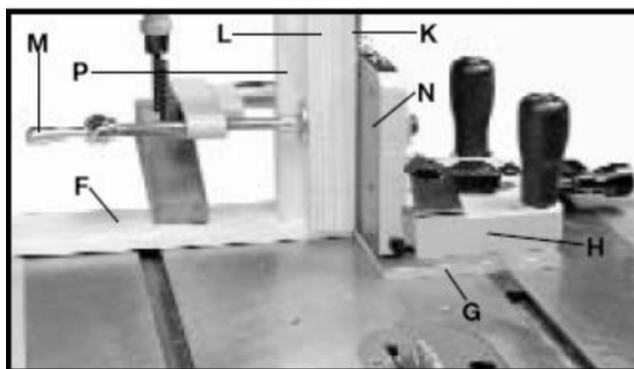
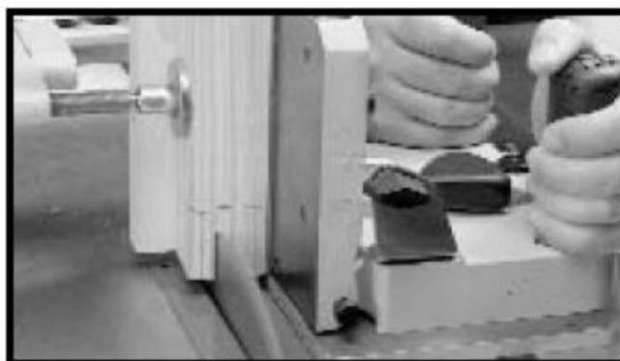
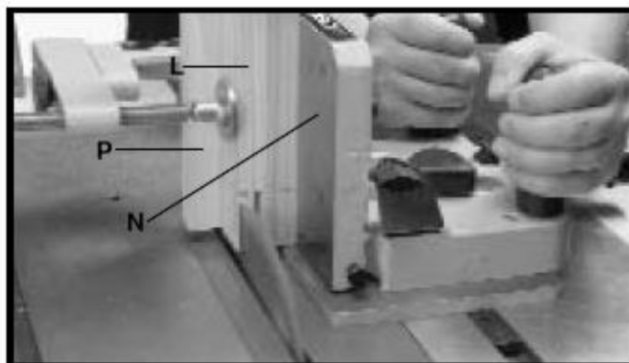
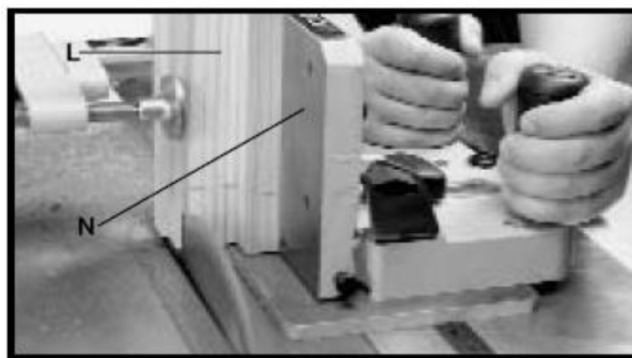

Рисунок 29
Рисунок 30
Рисунок 31
Рисунок 32
**ВНИМАНИЕ: ДЕРЖИТЕ РУКИ НА РУКОЯТКАХ УСТРОЙСТВА ПРИ ВЫПОЛНЕНИИ ПРОПИЛОВ (СМ. РИС. 30 И 31).**
Существует несколько способов вырезания элементов шипового соединения «в гнездо». Следующая информация отображает один из наиболее простых и безопасных методов. При этом методе сначала выполняются торцевые резы, а затем – боковые. Упор основания (F), Рис. 29, имеющий ту же толщину, что и пластина основания (G) шипорезного устройства (H), и разделительный блок (K), равный суммарной толщине шипа и пильного диска, сделают операцию более эффективной. Этот метод устраняет возможные ошибки, связанные с разницей в толщине заготовок, и предотвращает попадание вырезаемых кусков древесины между пильным диском и вертикальным упором (N).
1. Прижмите упор основания (F), Рис. 29, имеющий ту же толщину, что и пластина основания (G) шипорезного устройства (H), к столу станка, как показано на рисунке, так, чтобы шипорезное устройство могло перемещаться, не касаясь его.
2. Изготовьте разделительный блок (K), Рис. 29, равный суммарной толщине шипа и пильного диска.
3. С шипорезным устройством (H), Рис. 29, расположенным в передней части стола и над упором основания (F), поместите разделительный блок (K) и заготовку (L) в струбину и зажмите их, вращая рукоятку струбины (M). Убедитесь, что обе деревянные детали прижаты к вертикальной опорной пластине (N) и упорному брусу (P), как показано на рисунке.
4. Аккуратно переместите шипорезное устройство (H), Рис. 29, подводя деревянную заготовку к пильному диску. Настройте шипорезное устройство (H) по отношению к пильному диску для выполнения первого торцевого реза. Затем верните шипорезное устройство в переднюю часть стола.
6. Включите станок и произведите первый конструктивный угловой пропил, как показано на Рис. 30, медленно подавая шипорезное устройство к пильному диску до тех пор, пока пильный диск не выйдет с обратной стороны заготовки. Выключите станок и дождитесь полной его остановки, затем медленно верните шипорезное устройство в положение, показанное на Рис. 29.
7. Ослабьте струбцину (M), Рис. 29, достаньте разделительный блок (K) и зажмите заготовку (L), Рис. 31, в струбцину, не меняя ее положения относительно вертикального упора (N) и упорного бруска (P), как показано на рисунке. Включите станок и выполните второй конструктивный рез.
8. Установите заготовку (L) в шипорезное устройство, как показано на Рис. 32, и настройтесь на выполнение третьего и четвертого внешнего реза. Включите станок и выполните внешниерезы (запилы) точно так же, как вы выполняли конструктивныерезы. ПРИМЕЧАНИЕ: при выполнении внешнихрезов нет нужды использовать разделительный блок (K), Рис. 29, так как разница в ширине внешних выступов не так критична, по сравнению с конструктивными выступами. Всего лишь разверните заготовку на 180 градусов.